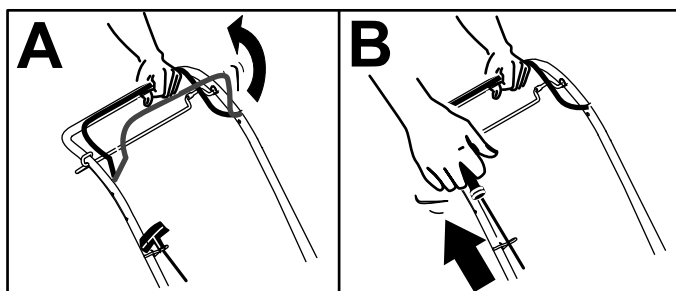

Figura 11
1. Încadrați bara de comandă pentru lamă lângă mâner (A din Figura 11).
2. Trageți de mânerul demarorului cu recul (B din Figura 11).